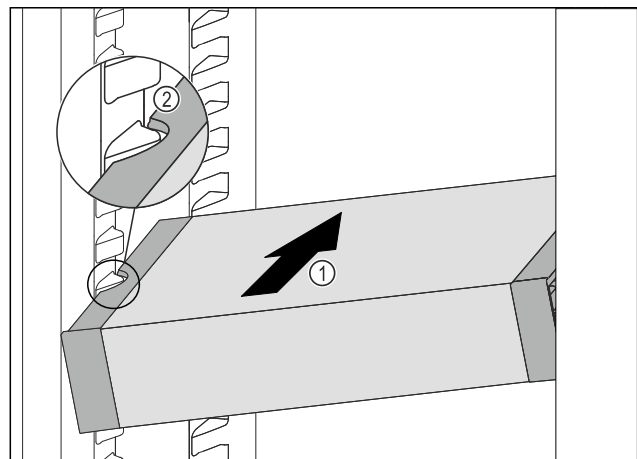

Fig. 75
- ▶ Вкарайте VarioSafe под ъгъл в хладилната част Fig. 75 (1), докато страничните прорези Fig. 75 (2) на VarioSafe се намират на височината на реброто на съда в хладилната част.